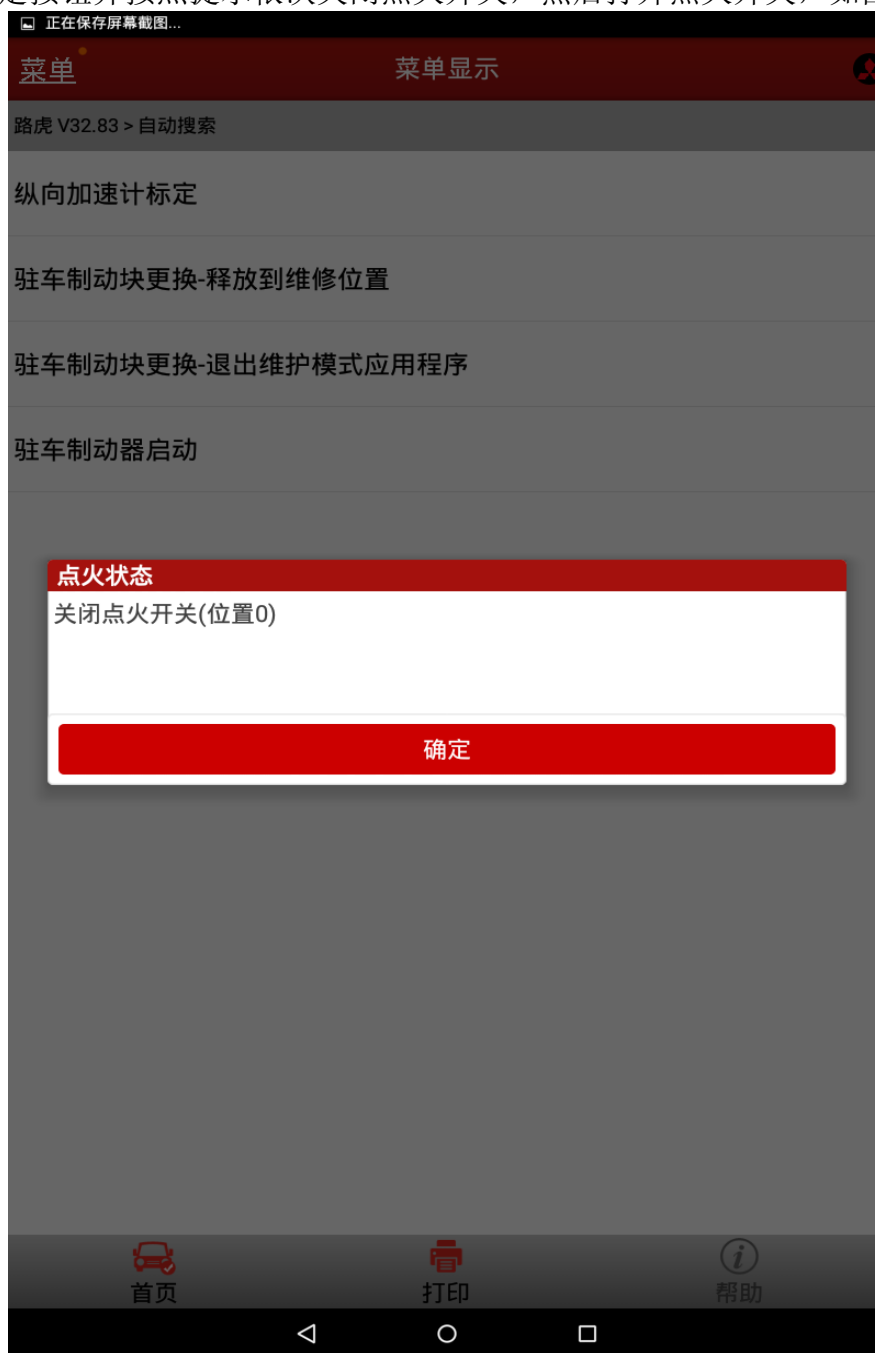

图 10
- D). 点击确定按钮并按照提示依次关闭点火开关，然后打开点火开关，如图 10；